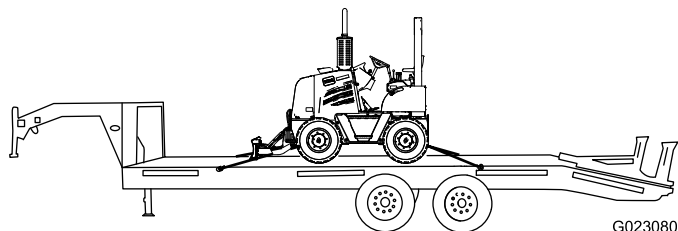

Figure 30
9. Arrimez l'avant de la machine sur la remorque au moyen de chaînes et d'un tendeur (Figure 30).
10. Arrimez l'arrière de la machine sur la remorque au moyen de chaînes et d'un tendeur (Figure 30).